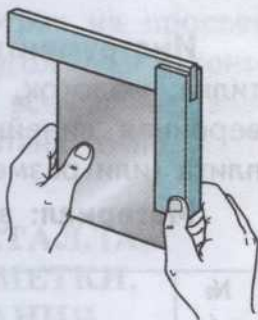

Рис. 17. Проверка углов детали контрольным угольником
2. При проверке углов детали колодку контрольного угольника прижимают к базовой кромке заготовки, а перо плавно подводят к опилованной кромке и смотрят на просвет (см. рис. 17). Если просвет между пером угольника и контролируемой поверхностью одинаковый по всей длине, значит, угол прямой и кромка детали обработана точно.